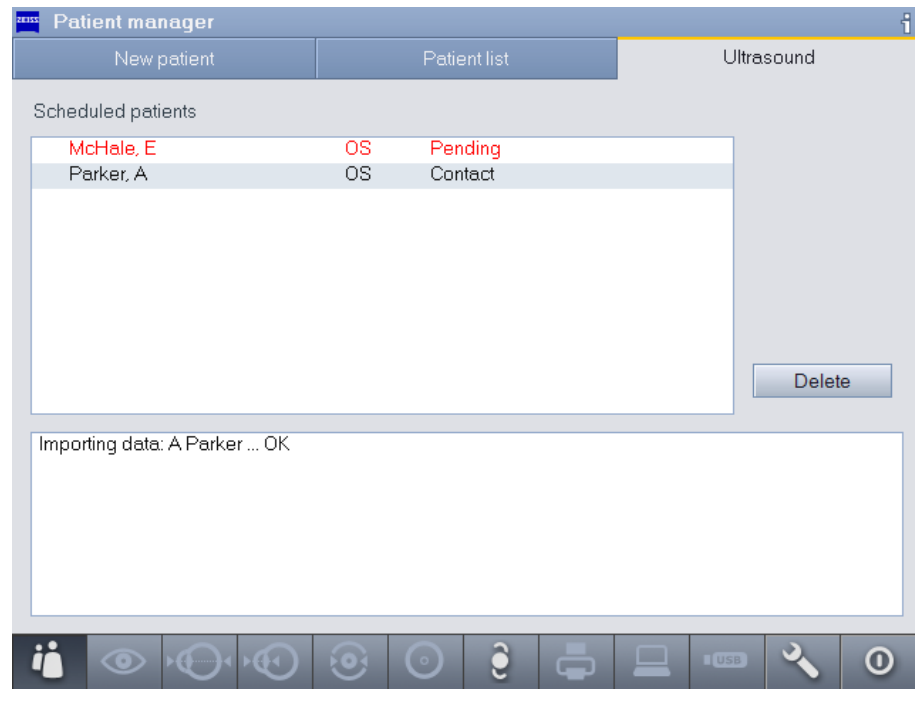

Fig. 79 Cartão de registro **Ultrasound** [Ultrassom] após a importação de dados de um paciente
- Aparecerá uma lista de todos os pacientes, cujos dados foram exportados pelo aparelho de ultrassom. Quando três dados de medição de comprimento de eixo e dados de espessura de lente estejam presentes no registro do paciente, estes estarão em cor preta, e portarão a observação "Contato", "Imersão", ou "Misto", dependendo se o exame de ultrassom se sucedeu de modo distinto após o processo de contato ou de imersão ou então se o exame se sucedeu de maneira distinta para ambos os olhos (Fig. 79).